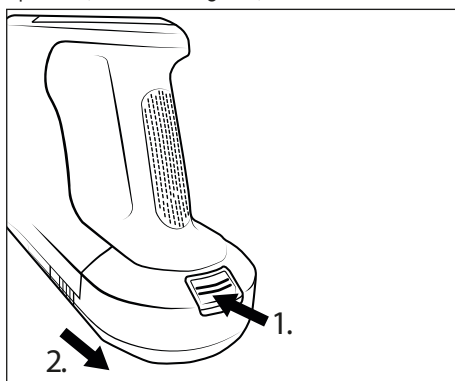

Fig. 13
- ◆ Para desmontar la batería ② del aparato, mantenga pulsado el botón de desencastre de la batería ① y tire de la batería ② para extraerla del aparato (consulte la fig. 13).